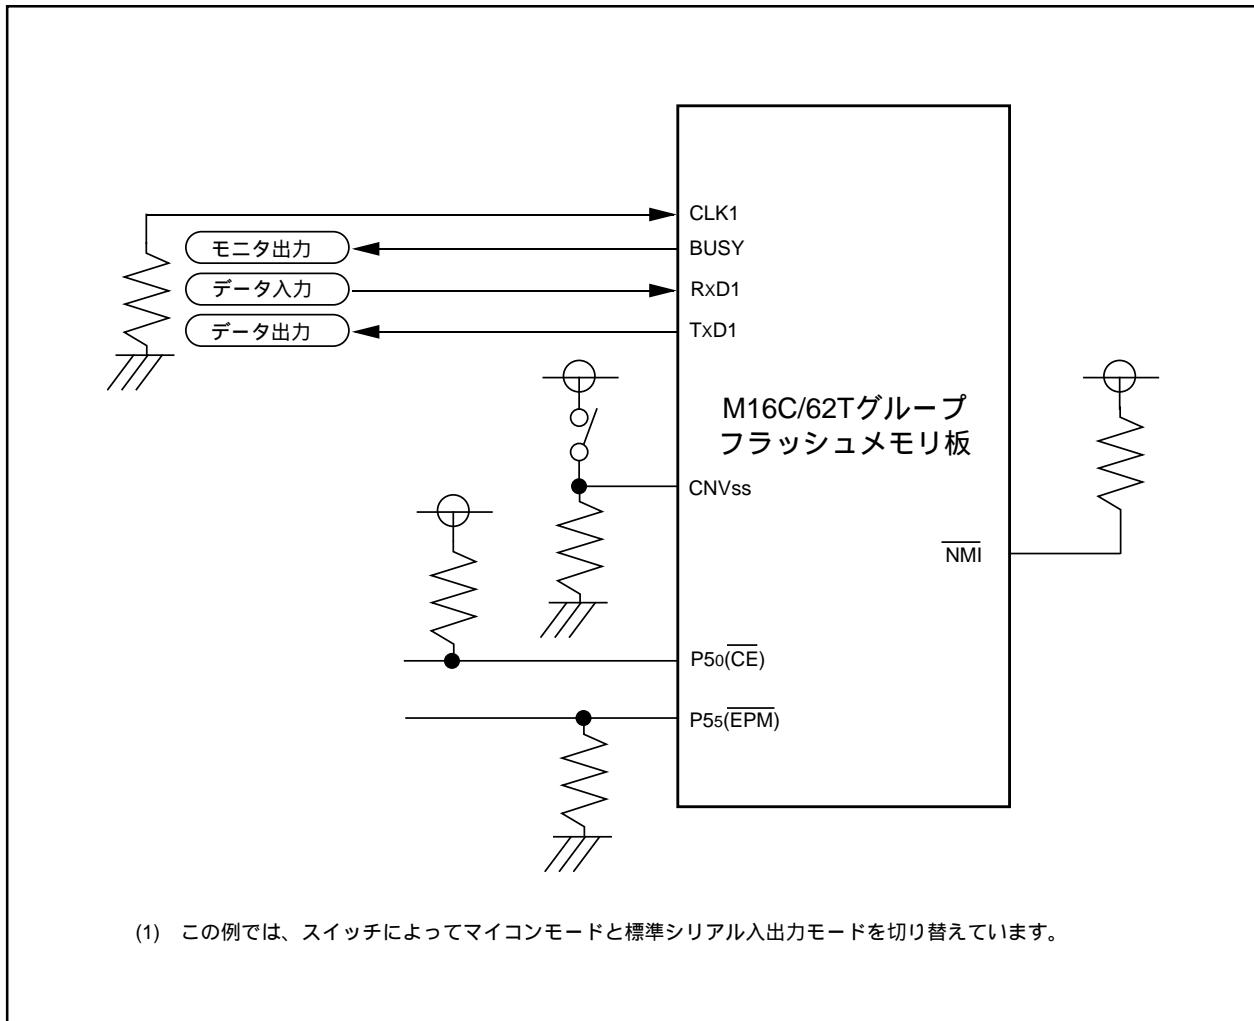

図1.31.43. 標準シリアル入出力モード2時の応用回路例
<p>「(3) 使用禁止割り込み」本文3~5行目を「NMI割り込み、監視タイマ割り込みは、各割り込み発生時にフラッシュメモリの動作モードを強制的にリードアレイモードに変更するので使用できます。」「NMI割り込み、監視タイマ割り込みは、各割り込み発生時に強制的にフラッシュメモリ制御レジスタ0、フラッシュメモリ制御レジスタ1が初期化され、通常モードに戻るので使用できます」に訂正。最終文に「NMI割り込み、監視タイマ割り込み発生時は、書き換え動作が中止されるので、再度、CPU書き換えモード選択ビットを“1”に設定し、消去/プログラムの動作が必要です。」の下線部を追加。</p> <p>「(7) アクセス方法」において、「CPU書き換えモード選択ビットへの書き込みは、内蔵フラッシュメモリ以外の領域で行ってください。また、NMI端子が“H”の状態で行ってください。」を追加。</p> <ul style="list-style-type: none"> P200 「図1.28.5. ブロックイレーズフローチャート」において、フルステータスチェック時のイレーズエラーを追加、注1(参照)を追加。 P202 「図1.28.7. リードロックビットステータスフローチャート」において、注1(D6の説明)を追加。 P204 「プログラムステータス(SR4)」において、本文7~9行目を「プログラムステータスやイレーズステータスが“1”にセットされている状態では、コマンドライトによる次のコマンドは受け付けません。」「プログラムステータスやイレーズステータスが“1”にセットされている状態では、リードアレイコマンド、リードステータスレジスタコマンド、クリアステータスレジスタコマンド以外のコマンドは受け付けません。」に訂正。本文中(2)において、「イレーズオールアンロックブロック(A716/D016)」「イレーズ全アンロックブロック(A716/D016)」に訂正。 P208 「パラレル入出力モード」本文1~2行目を「パラレル入出力モードでは、内蔵フラッシュメモリM5M29FB/T800相当の動作をします。マイコンが持っていない機能やメモリ容量関連の相違点がありますので、フラッシュメモリ用のライタでは書き込みできません。」「パラレル入出力モードは、内蔵フラッシュメモリに対する操作(リード、プログラム、イレーズなど)に必要なソフトウェアコマンド、アドレス、データをパラレルに入出力するモードです。」に訂正。 P209 「端子の機能説明(フラッシュメモリ標準シリアル入出力モード)」の「P64」の標準シリアルモード2時の機能において、「ポートプログラム動作チェック用モニタ信号出力端子です。」の下線部を追加。 P217、P235の「ブロックイレーズコマンド」本文1行目において、「指定したブロック内のデータをイレーズするコマンドです。」「指定したブロック内のデータをイレーズするコマンドです。」に訂正。 P218、P236の「イレーズ全アンロックブロックコマンド」において、「イレーズ全アンブロックコマンド」「イレーズ全アンロックブロックコマンド」に訂正。 P219 図1.31.10、P237 図1.29.30の「リードロックビットステータスコマンド時のタイミング」において、TxD1(M16C送信データ)を「DQ6」「D6」に訂正。 P224 「図1.31.43. 標準シリアル入出力モード2時の応用回路」において、「M16C/62フラッシュ」「M16C/62Tグループ フラッシュメモリ板」に訂正。